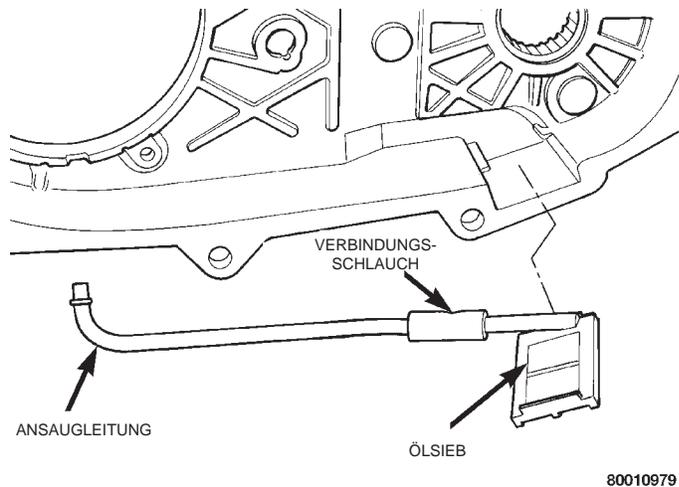

Abb. 20 Ansaugleitung ausbauen
(5) Die Ölsaugleitung aus der hinteren Gehäusehälfte ausbauen (Abb. 20).